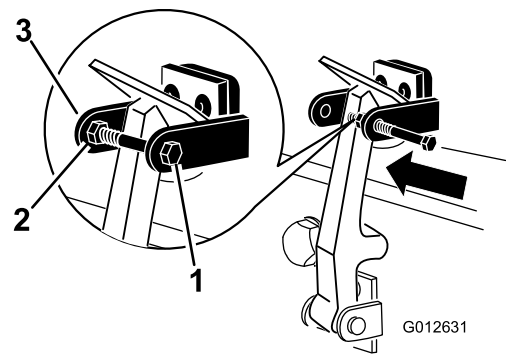

Bild 6
9. Stecken Sie die Schraube durch den anderen Arm der Halterung für den CE-Riegel und befestigen Sie die Schraube mit der Sicherungsmutter und der Scheibe (Bild 6).